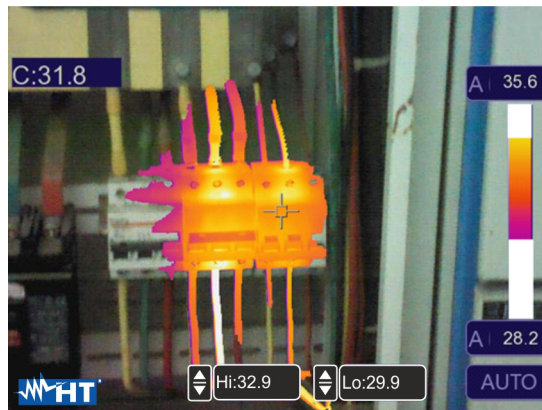

Fig. 44: Selezione Zona visibile
11. Toccare i campi "Hi" e "Lo" nella parte bassa del display e usare i tasti freccia ▲ o ▼ per impostare il valore della soglia di temperatura **massima** e **minima**. Lo strumento mostra come immagine radiometrica IR i punti con temperatura compresa tra la soglia "Lo" e la soglia "Hi" e come immagine visibile i punti con temperatura esterna a tale intervallo (vedere Fig. 44)